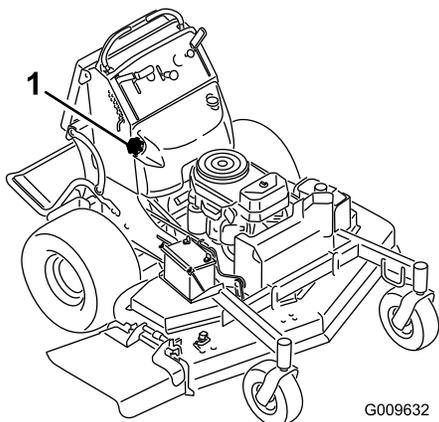

Figura 47
5. Usando la bomba tipo sifón, vacíe el combustible en un recipiente de combustible limpio (Figura 47).